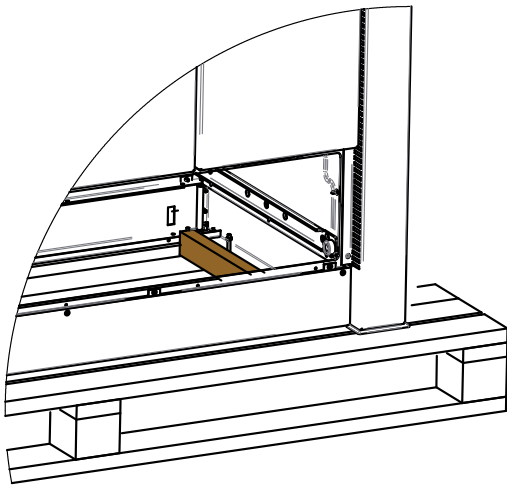

Bild 2
2. Transportsicherungsschrauben (4 Stück) und Holzlatten (2 Stück) entfernen (*Bild 2*)